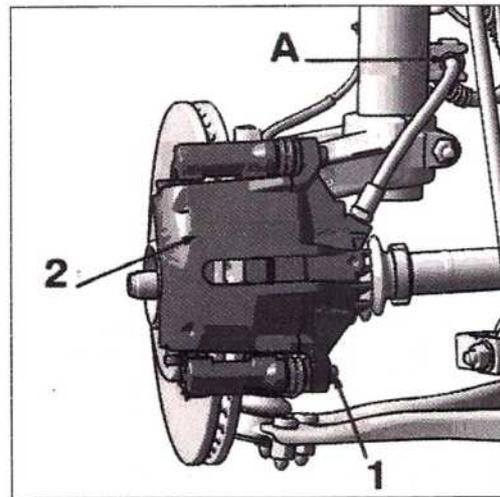

FIG. 1
- Desengrapar el latiguillo de freno en "A" (Fig.1).